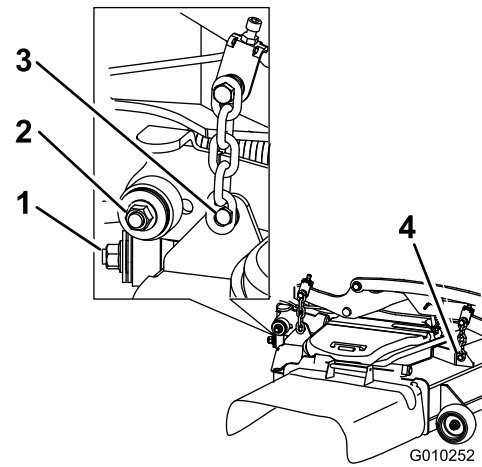

Figura 100
7. Retire y guarde los herrajes de ambos lados de la carcasa, según se muestra en Figura 100.